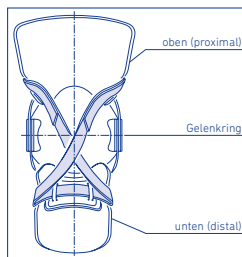

Abb. 4: Hintere Schlabe
- Der Kreuzgurt wird um 180° verdreht in die Polyesterlaschen eingefädelt. Nach Durchziehen durch die Befestigungslaschen am distalen (unteren) Gelenkring kreuzförmig nach proximal (oben) führen und dort befestigen (Abb. 4).